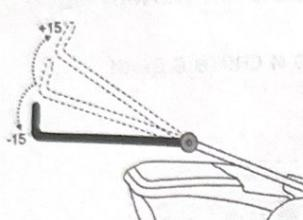

Рис. 10
- Поднимите или опустите ручку, как вам надо. (рис. 10, 11 и 12).
- Убедитесь, что быстроразъемные зажимы затянуты достаточно сильно. Рис. 10 (нижнее положение)